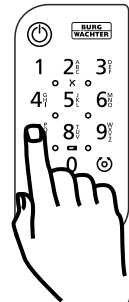

Abb. 2
② Geben Sie Ihren Administrator- oder Benutzercode ein und prüfen Sie, ob der Zylinder aktiviert wird (Abb. 2).